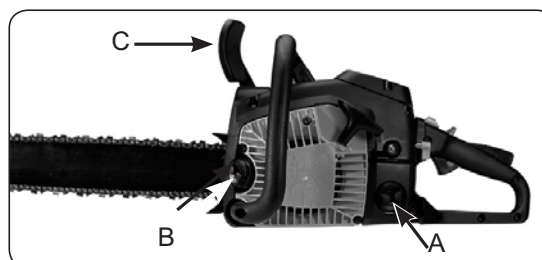

Fig. 6
1. Faites le plein du réservoir de carburant (A) avec le juste mélange carburant (Fig. 6).
2. Faites le plein du réservoir d'huile (B) avec le juste lubrifiant pour la chaîne et le guide-chaîne (Fig. 6).
3. Assurez-vous que le frein de chaîne (C) soit libéré avant de démarrer la tronçonneuse (Fig. 6).